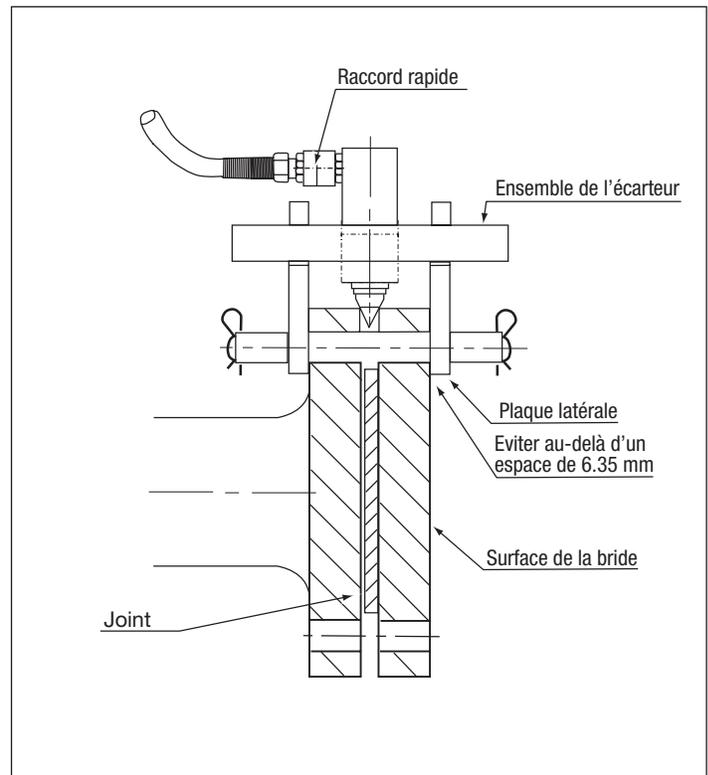

Figure 2
2. Tournez le coin en sens horaire afin que les côtés en biseau soient en position d'être enfoncés entre les faces des brides. Si le coin ne peut pas être suffisamment tourné en sens horaire pour être correctement aligné, tournez-le en sens contraire juste suffisamment pour l'aligner avec les brides. Voir Figure 2.